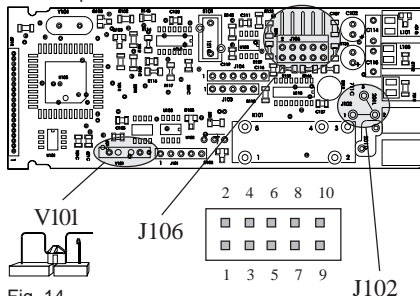

Fig. 14
- 2) Poner el interruptor interno V101 en posición abierta (ver fig. 14).